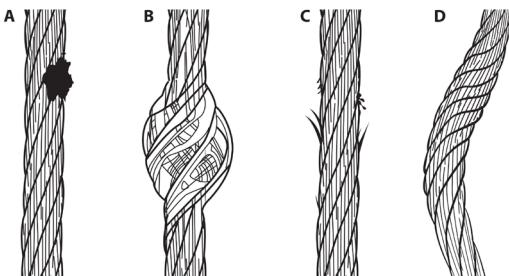

Figure 10 : inspection du câble
Inspecter toute la longueur de la ligne constitutive. Examinez attentivement la ligne de vie du câble à la recherche de câbles brisés, de brûlures par éclaboussures de soudure, de scories de soudure, de cages à oiseaux, de plis et de torons pliés. Vérifiez également s'il y a de la rouille, de la saleté, de la peinture, de la graisse ou de l'huile. Vérifier les dommages causés par la corruption chimique ou une chaleur excessive, comme c'est le cas pour la décoloration. Voir la figure 10 pour des exemples. Si l'une de ces conditions existe, mettez le DAR hors service.
Extrayez tout le câble et vérifiez sur toute la longueur de travail s'il n'y a pas de dommages causés par une corrosion chimique ou une chaleur excessive, comme en témoignent la décoloration (A), la cage à oiseaux (B), les brins de fil cassés (C), les plis et les brins courbés (D), voir la figure 10. Le câble devrait se rétracter complètement sans vaciller et devrait rester tendu sous tension sans s'affaisser.